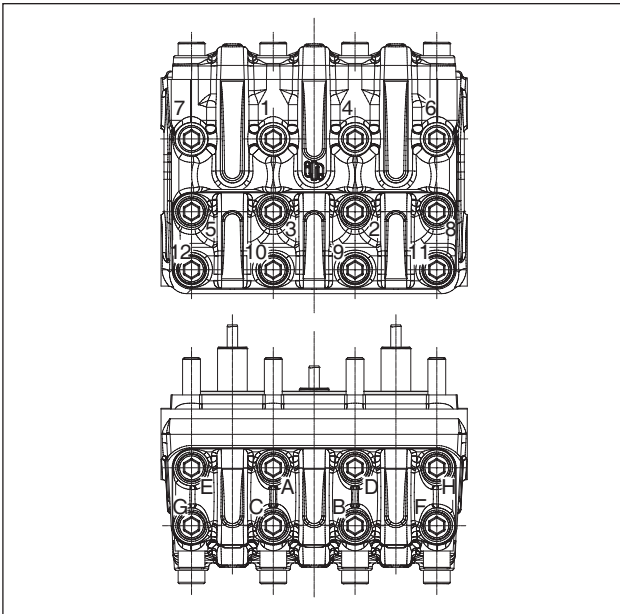

Abb. 29
** Die Befestigungsschrauben des Kopfs, Pos. 13 der Explosionszeichnung, müssen mit einem Drehmomentschlüssel in der Reihenfolge gemäß Schema in Abb. 29 festgezogen werden.
*** Die Befestigungsschrauben des Ventildeckels, Pos. 10-13 und Pos. 22 der Explosionszeichnung, müssen mit einem Drehmomentschlüssel in der Reihenfolge gemäß Schema in Abb. 29 festgezogen werden.